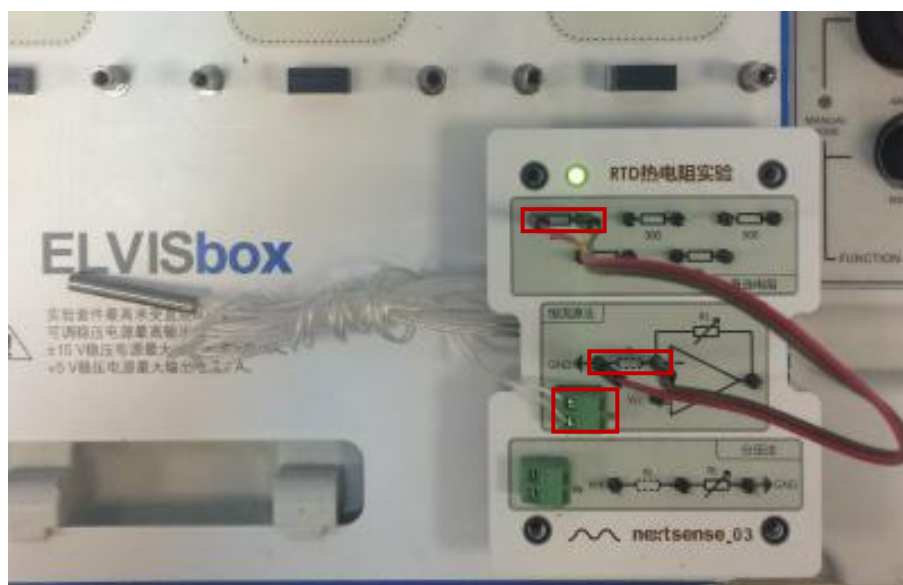

图 6-1 恒流源法连线图
Step1：用杜邦线将 200Ω 备选电阻连接到恒流源电路中 R_i 位置。将 RTD 热电阻连接到实验模块上的绿色螺丝拧线端子。见图 6-1。